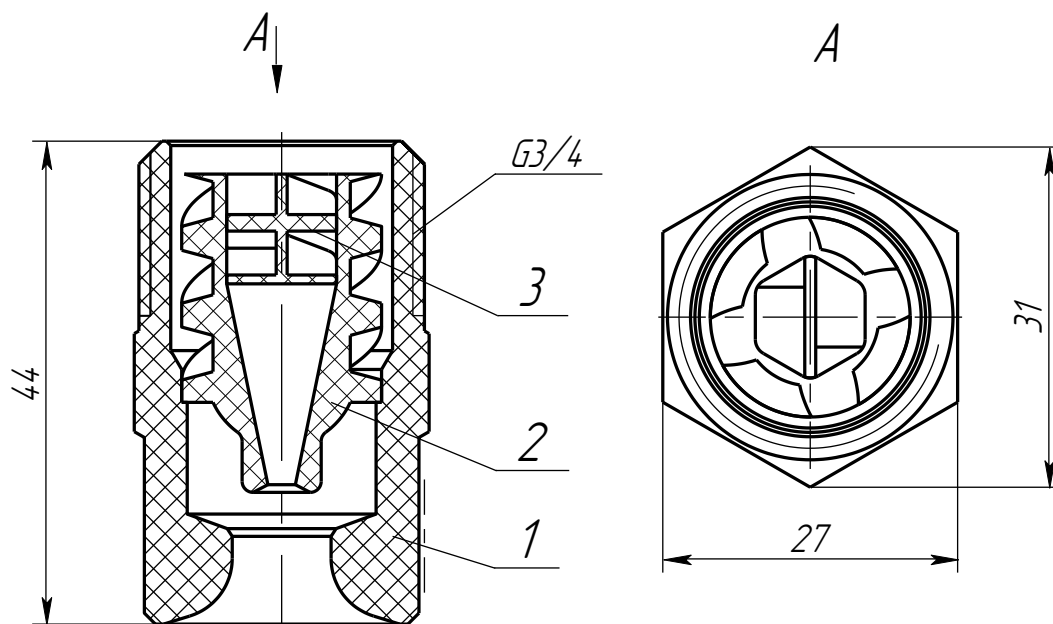

Рисунок 1 Схема насадка
- 3.1 Насадок включает в себя корпус 1, завихритель 2 и вкладыш 3 (см. рисунок 1).